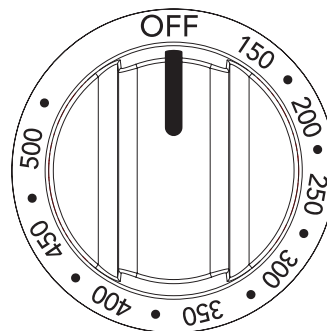

Figure 14: Sélecteur oven temp (température du four)
4. Réglez le sélecteur oven temp (température du four) sur la température souhaitée (Figure 14).
2. Réglez le sélecteur oven temp (température du four) sur la température souhaitée (Figure 14). Pour des résultats optimaux, préchauffez le grill pendant 2 à 5 minutes avant d'y mettre la nourriture.